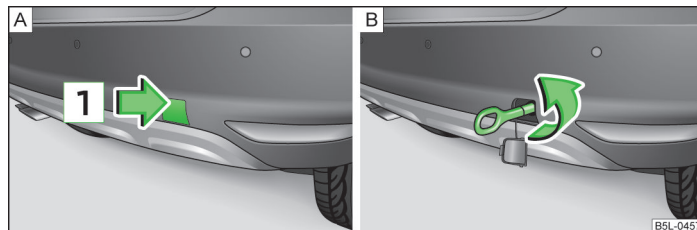

Fig. 177 Paraurti posteriore: Smontaggio della copertura / Montaggio dell'occhione di traino
- Sulla metà superiore della copertura premere nella direzione della freccia **1** » fig. 177 - **A**.
- Estrarre la copertura dal paraurti posteriore » fig. 177 - **A**.
- Avvitare l'occhione di traino verso sinistra, sino al punto di arresto » fig. 177 - **B** e quindi serrarlo quanto più possibile.